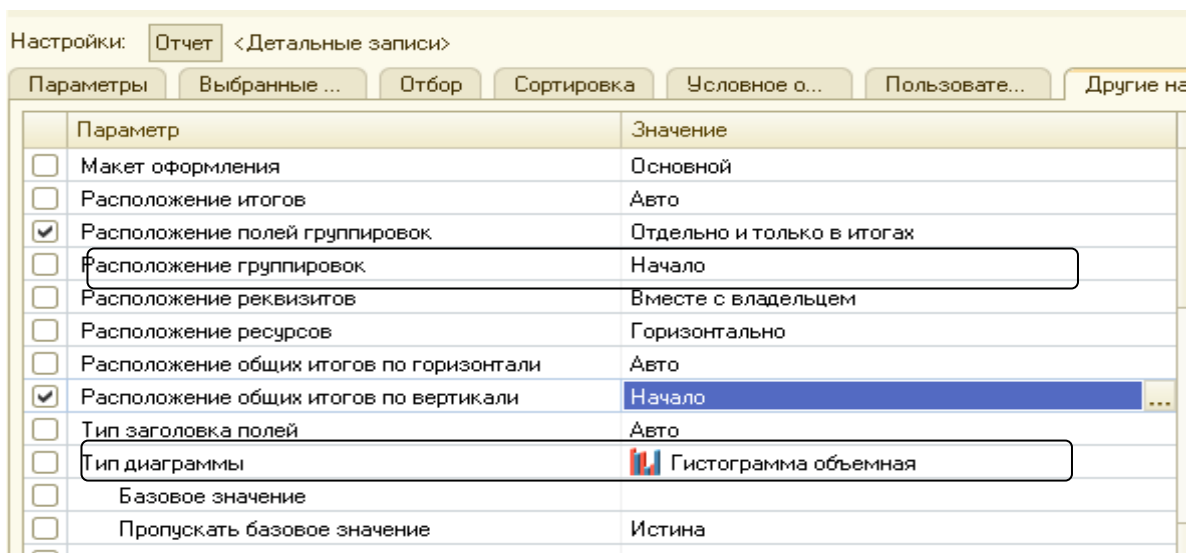

Рисунок 4.29 Другие настройки отчета
13. Перейти на закладку **Другие настройки**. Изменить следующие параметры: (рис. 4.29).